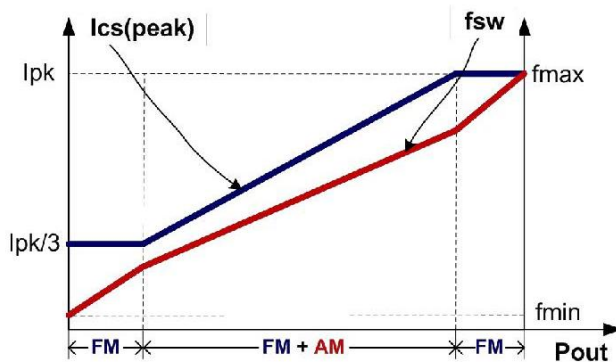

图 4
如图 4 所示，为了满足严苛的平均效率和待机功耗要求，U6315BS 采用了调幅控制 (AM) 和调频控制 (FM) 结合的多模式控制技术。接近满载输出时，系统工作在调频工作模式中；在轻重载条件下，系统工作在调频工作和调幅工作模式中；当系统接近空载输出时，系统工作在调频模式中以降低待机功耗。利用此种控制技术，系统可以获得低于 70mW 的待机功耗。